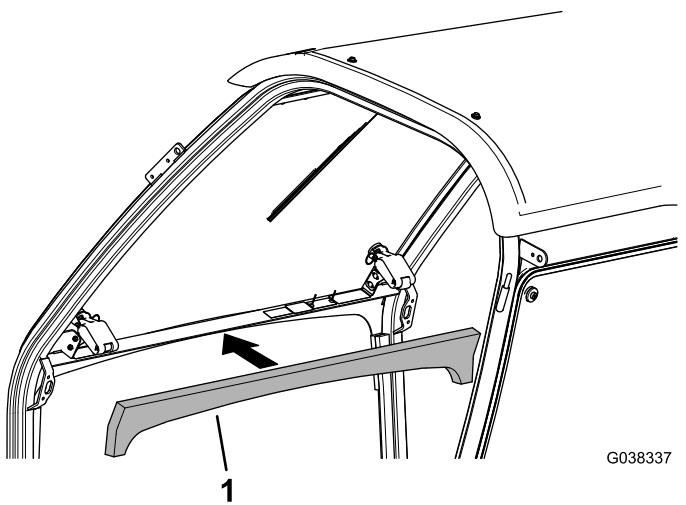

Figura 10
4. Instale a espuma de vedação frontal **se ainda não estiver instalada** (Figura 10).